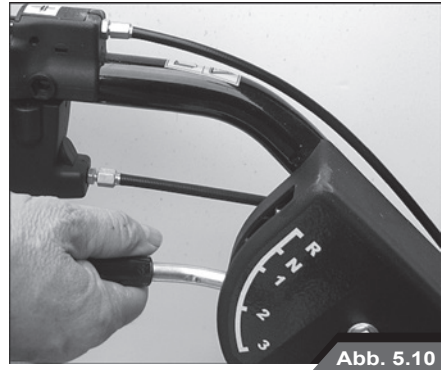

Abb. 5.10
Ihr Schlegelmäher verfügt über 3 Vorwärtsgänge, eine Rückwärtsganggeschwindigkeit und die Leerlaufstellung. Zum Wechseln der Gänge wird der Gangschalthebel (Abb. 5.10) im linken Lenkholm betätigt, der die Fahrbewegung Ihrer Maschine regelt. Bei eingelegtem 3. Gang wird eine Höchstgeschwindigkeit von 3,4 km/h erreicht, während im Rückwärtsgang (R) eine Geschwindigkeit von 1,4 km/h erreicht wird.